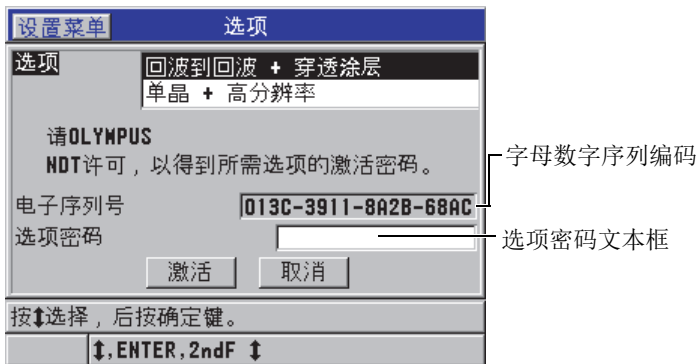

图 6-1 选项屏幕
2. 在**特殊菜单**中 (参见第 53 页的图 4-2), 选择**选项** (参见第 75 页的图 6-1), 然后记录下出现在**电子序列号**栏中的 16 位字母数字序列编码。
4. 在**选项**屏幕中（参见第 75 页的图 6-1）：